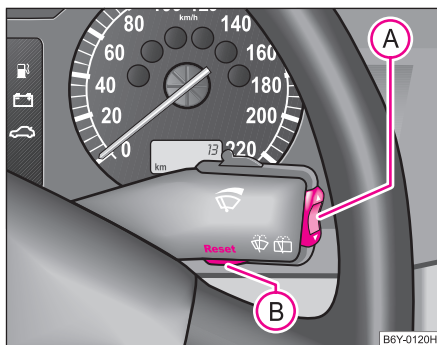

Abb. 11 Informationsdisplay: Bedienungselemente
- Das Menü aktivieren Sie durch Drücken der Wipptaste (A) ⇒ Abb. 11 länger als 1 Sekunde.
Nach 10 Sekunden oder nach Betätigen der Wipptaste **(A)** ⇒ Seite 22, Abb. 11 werden die Störungsmeldungen ausgeblendet und unter die Angabe **CAR STATUS (FZG-STATUS)** abgelegt.